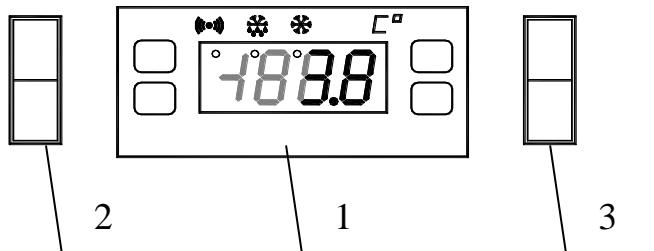

Рис.2 Панель управления
7.4. Панель управления среднетемпературного и низкотемпературного изделий представлена рис.2